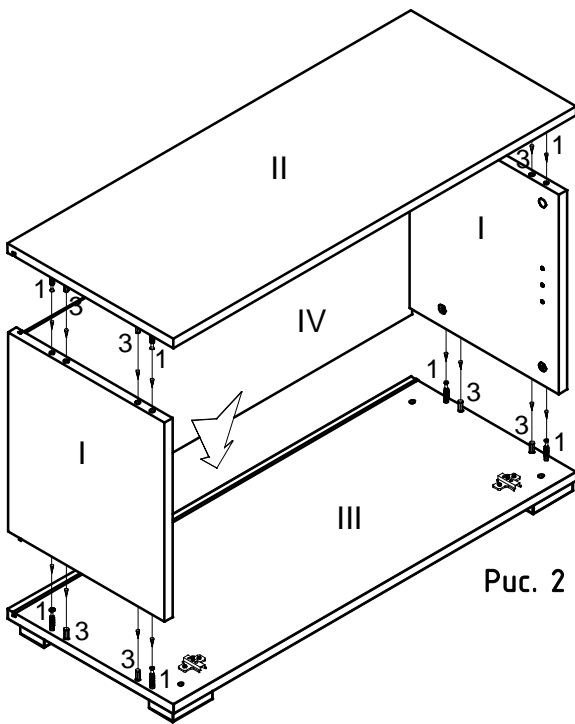

Рис. 2
Установить топ (II) на собранный корпус тумбы, совместить заднюю стенку (IV) с пазом на топе (II), зафиксировать соединение, повернув эксцентрики (2), в стенках боковых (I), отверткой по часовой стрелке до упора (Рис. 2).